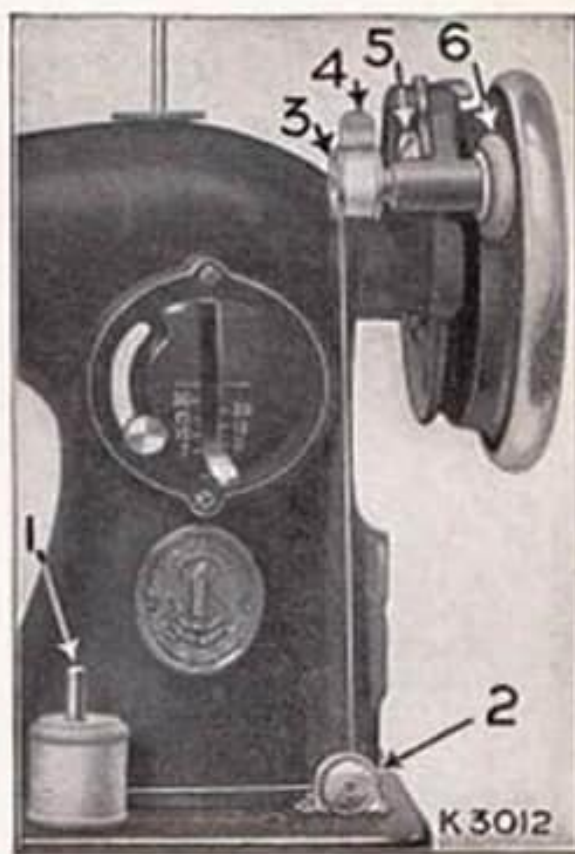

Fig. 4
(Vedasi Fig. 4).
Isolare il volante col girare il bottone di arresto verso chi lavora (vedasi Fig. 1) e mettere un rocchetto di filo nell'apposito perno (1, Fig. 4).
Passare il filo dal di sotto tra i dischi di tensione (2, Fig. 4) ed indi, dal di dentro, nel foro del lato sinistro della bobina. Collocare la bobina nell'asse dell'annaspatoio (3) spingendola contro la base in maniera che la spinnetta del medesimo entri nella fessura della bobina. Far pressione sulla bobina, con che la leva di scatto (4) si abbasserà, trattenendo la puleggia (6) dell'annaspatoio contro la fascia piana del volante. Tenere il capo libero del filo e procedere ad annaspate, girando il volante verso chi lavora: poi dopo alcuni giri tagliare il capo del filo, e continuare ad annaspate finché sia piena la bobina. L'annaspatoio si arresta automaticamente non appena la bobina sia riempita. Se per un motivo qualsiasi, la pressione della puleggia dell'annaspatoio sulla fascia del volante si dimostri insufficiente, bisogna rallentare la vite regolatrice (5) e far pressione sull'annaspatoio finché si sia ristabilito il necessario contatto della puleggia (6) col volante: quindi si restringa la detta vite. Si possono riempire le bobine anche mentre la macchina sia in servizio di cucitura.